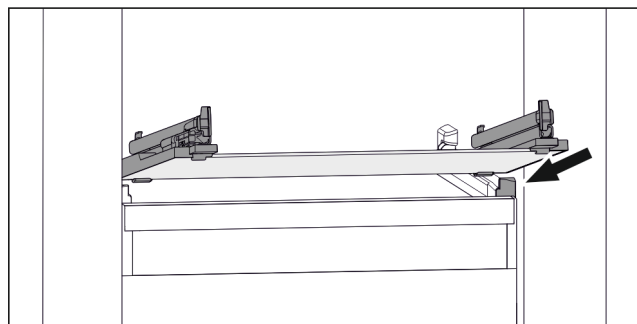

Fig. 101 Príklad zobrazenia sklenenej dosky
- ▶ Nasadte sklenenú dosku šikmo za zádržkami. (pozri Fig. 101)